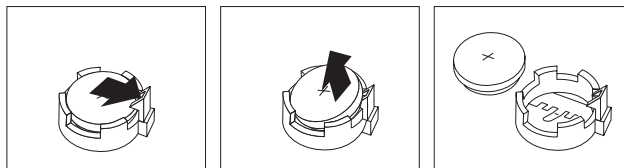

Рисунок 15. Как извлечь батарейку
5. Извлеките старую батарейку. Смотрите рис. 15.